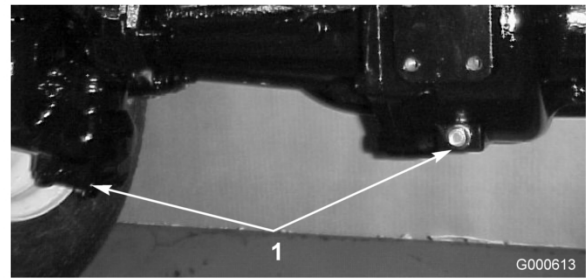

Figura 45
2. Limpe a zona em redor dos (3) tampões de escoamento, (1) em cada extremidade e (1) no centro (Figura 45).